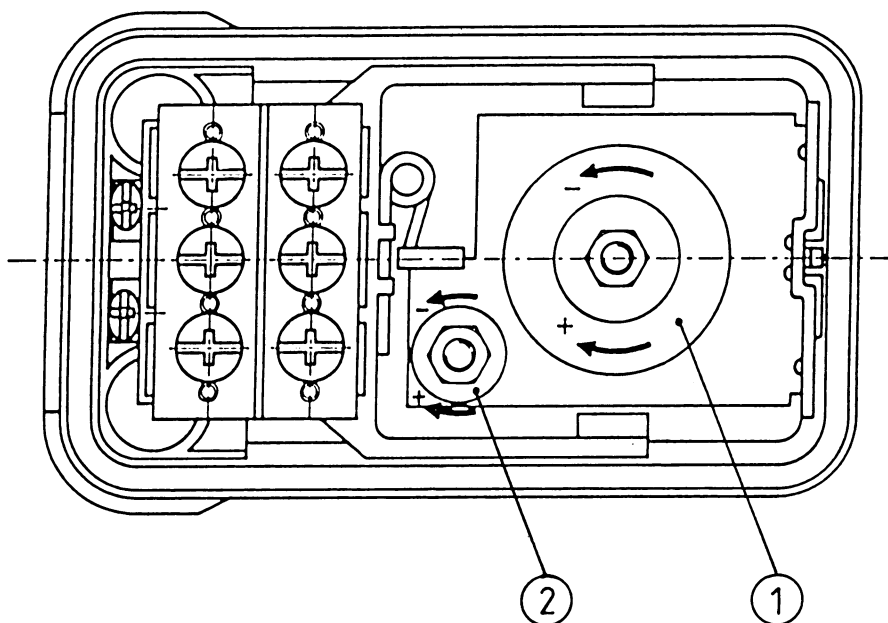

Рис. 1
- Установить требуемое давление выключения на центральной рукоятке (рис.1 поз. 1).
- Проверить давление выключения на манометре и корректировать его, если требуется, поворотом центральной рукоятки (Рис.1 поз. 1),
- Давление включения устанавливается на резьбовой рукоятке (рис.1, поз.2)